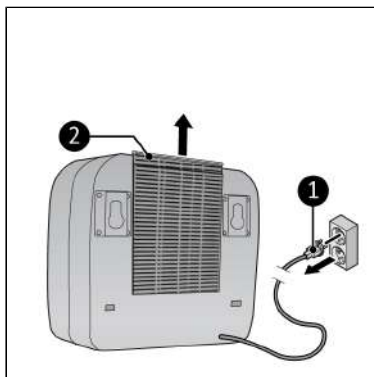

Figura 80.
- la spina sia stata rimossa ( Figura 80, pos. 1) dalla presa di corrente.
2. Solleva il telaio ( Figura 80, pos. 2) e rimuovi il filtro.